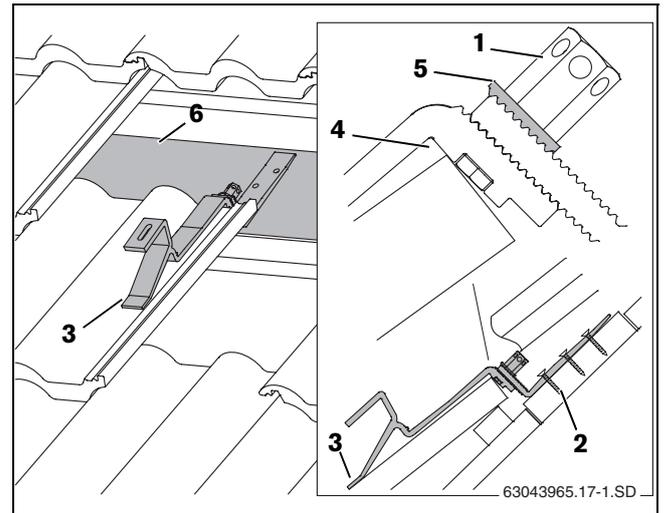

Fig. 14 Gancio da tetto montato (per una migliore visua- lizzazione, alcune tegole non sono illustrate)
- Disporre il supporto anteriore sulla tegola in maniera tale che, se gravato, esso poggi in una valle di ondula- zione (fig. 14, [3]).
In tal caso, il gancio da tetto deve avere un po' di gioco in prossimità del bordo superiore della tegola (fig. 14, [2]). Se necessario, regolare la posizione della tegola nella parte superiore.
- Spingere verso il basso la parte inferiore del gancio da tetto finché essa non poggi sul travetto ovvero sulle assi/tavole (fig. 14, [6]).
La rondella dentata (fig. 14, [5]) deve inca- strarsi nella dentatura della parte inferiore del gancio da tetto.
- Serrare la vite a testa esagonale lunga (fig. 14, [1]). A tal fine, infilare la chiave SW 5 nel foro della vite a testa esagonale e ruotare.
- Fissare la parte inferiore del gancio da tetto al travetto almeno nel primo (fig. 14, [2]) e nel secondo foro, servendosi di viti adeguate.